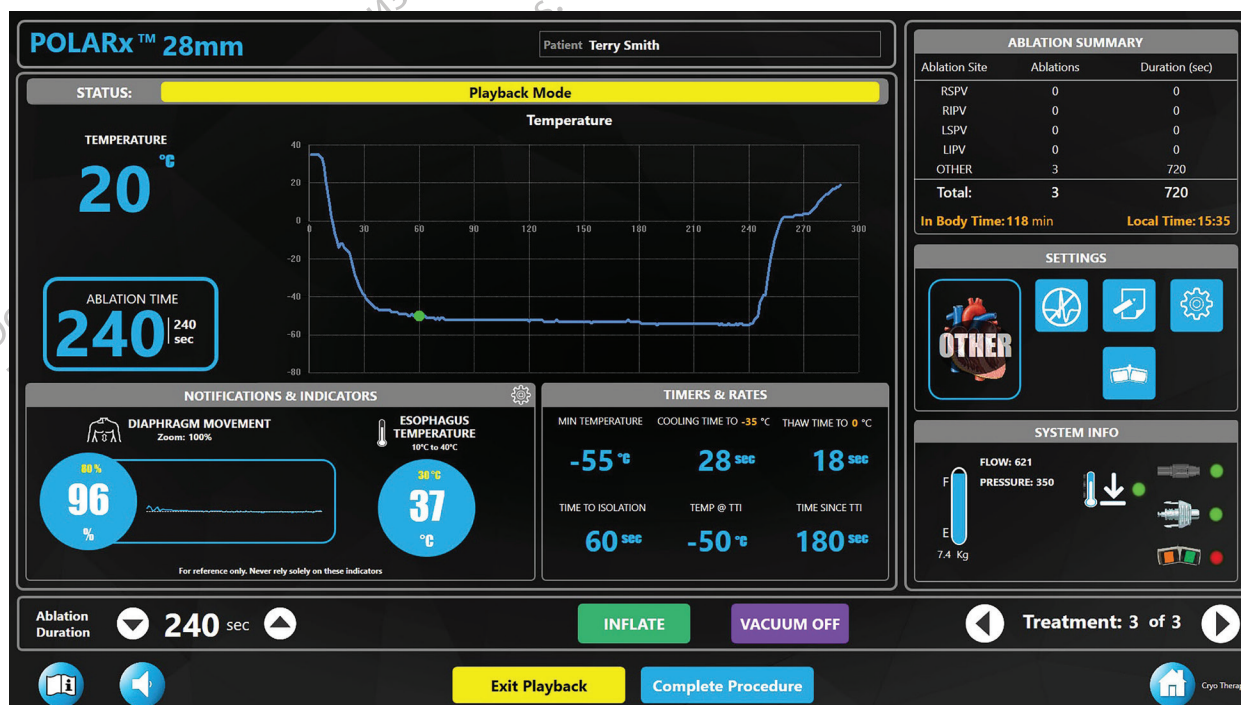
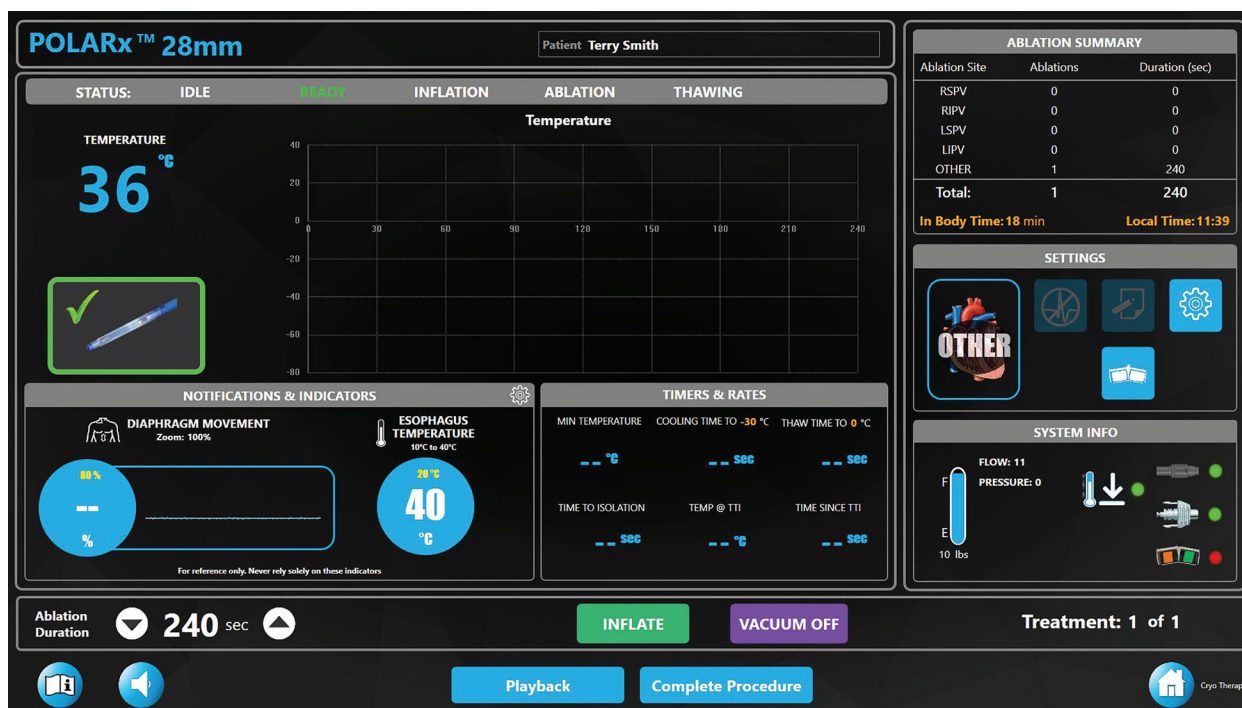

Figure 26. **Mode Playback** (Lecture)
Figure 29. État **READY** (Prêt) indiqué après une ablation
- f. Si vous appuyez sur le bouton **Exit Playback** (Sortir du mode de lecture), le bouton **PLAYBACK** (Lecture) s'affiche. Le bouton **PLAYBACK** (Lecture) s'affiche pour permettre de revoir les données des ablations précédentes. Appuyer sur le bouton **PLAYBACK** (Lecture) pour accéder au **Playback Mode**, (Mode de lecture), illustré à la Figure 26.
- Utiliser les flèches de **Treatment** (Traitement) (Figure 26) pour afficher les données des traitements précédents au cours de la procédure en cours.
- 1. Une fois le traitement terminé, appuyer sur le bouton **Complete Procedure** (Terminer la procédure) sur l’écran de thérapie (Figure 26 or Figure 29).